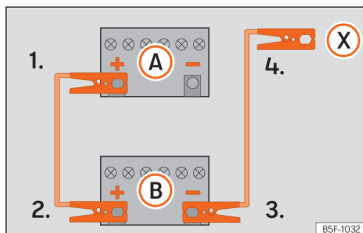

Abb. 162 Anschlusschema für Fahrzeuge ohne Start-Stopp-System.
2. Klemmen Sie ein Ende des roten Starthilfekabels an den Pluspol (+) des Fahrzeugs mit der entladenen Fahrzeugbatterie (A).
3. Klemmen Sie das andere Ende des roten Starthilfekabels an den Pluspol (+) des stromgebenden Fahrzeugs (B).
4. Fahrzeuge ohne Start-Stopp-System: Klemmen Sie ein Ende des schwarzen Starthilfekabels an den Minuspol (-) des stromgebenden Fahrzeugs (B) » (Abb. 162).